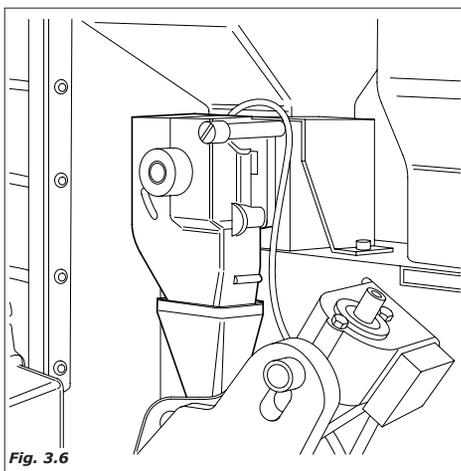

Fig. 3.6
- o moedor ativa-se até alcançar a dose de café moído selecionada pelo dosador (*figure 3.6*).